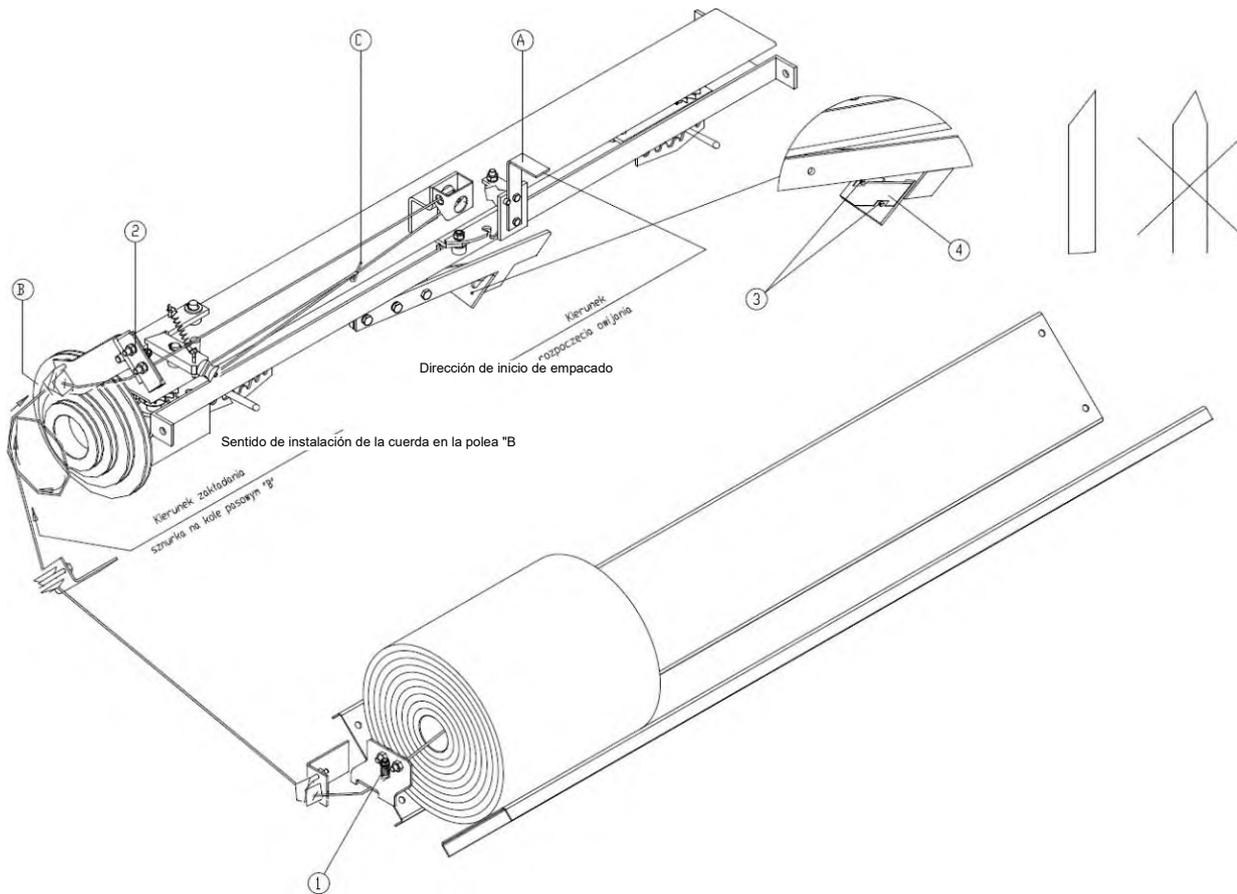

Figura 16. Pista del hilo.
Coloque la bobina de hilo en la caja para la paca de malla. Coloque la bobina tal como se muestra en la Figura 16 de manera que el eje de la bobina sea paralelo al eje de la caja. Cuando comience a trabajar, inserte 2 bobinas y ate el inicio de la segunda bobina (el interior de la misma) al final de la primera (la capa exterior). Apunte el inicio del hilo hacia la polea B y pásela como se muestra en la Figura 16. Después de ajustar la pista correcta del hilo, haga un lazo de 10-15 cm de largo. Ate el hilo cuando junte las bobinas, sustituya el hilo si se rompe. Ajuste la tensión del hilo con los dispositivos de apriete (1) y (2).